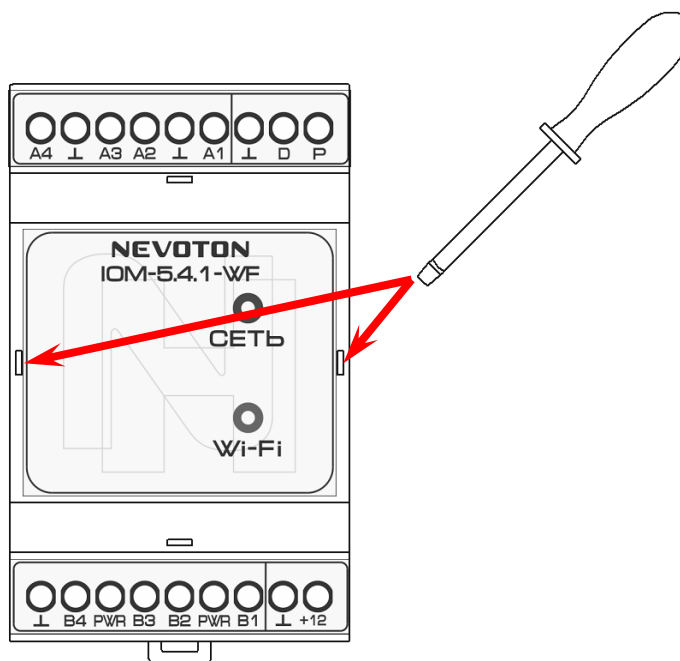

Рис. 10. Места установки шлица отвертки в гнезда фиксатора
- установить шлиц отвертки в гнездо фиксатора (слева или справа, рис. 10) на лицевой панели Устройства;
- поддеть съемную крышку лицевой панели (5) вверх.